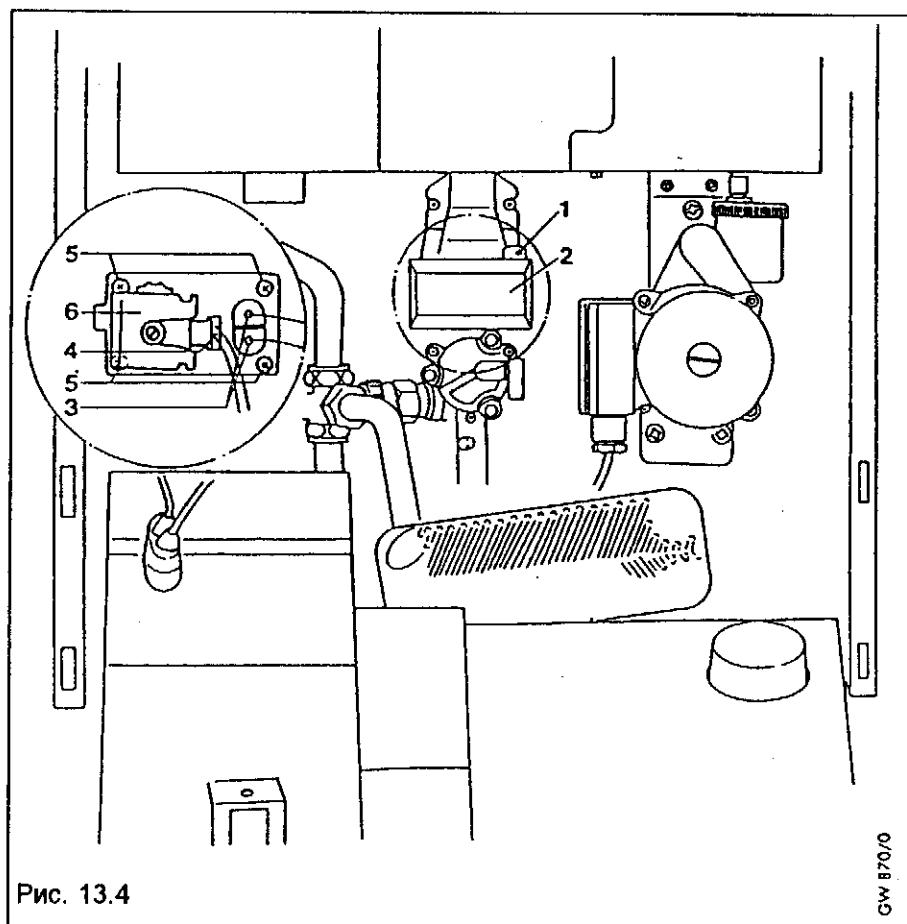

Рис. 13.4
- Отвинтить винт (1, рис. 13.4) и снять кожух (2, рис. 13.4) оператора.
- Снять оба кабельных штекера (3, рис. 13.4).
- Снять кабельный штекер (4, рис. 13.4).
- Отвинтить 4 винта (5, рис. 13.4) и снять оператор в сборе (6, рис. 13.4).
- Установить новый оператор и закрепить 4 винтами (5, рис. 13.4).
- Надеть оба кабельных штекера (3, рис. 13.4).
- Надеть кабельный штекер (4, рис. 13.4).
- Надеть кожух (2, рис. 13.4) и закрепить винтами (1, рис. 13.4).
- Поставить панель управления и закрепить винтом (1, рис. 13.4).